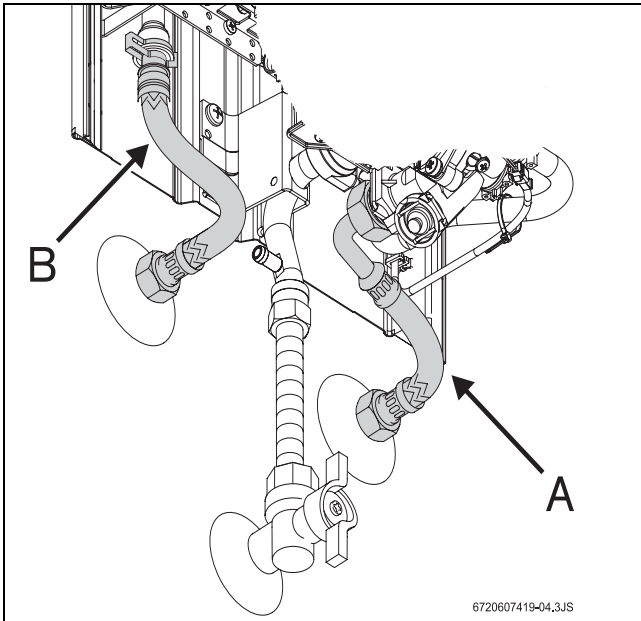

Fig. 12 Ligação da água
- ▶ Identificar a tubagem de água fria (Fig. 12, [A]) e de água quente (Fig. 12, [B]), de forma a evitar uma possível troca.